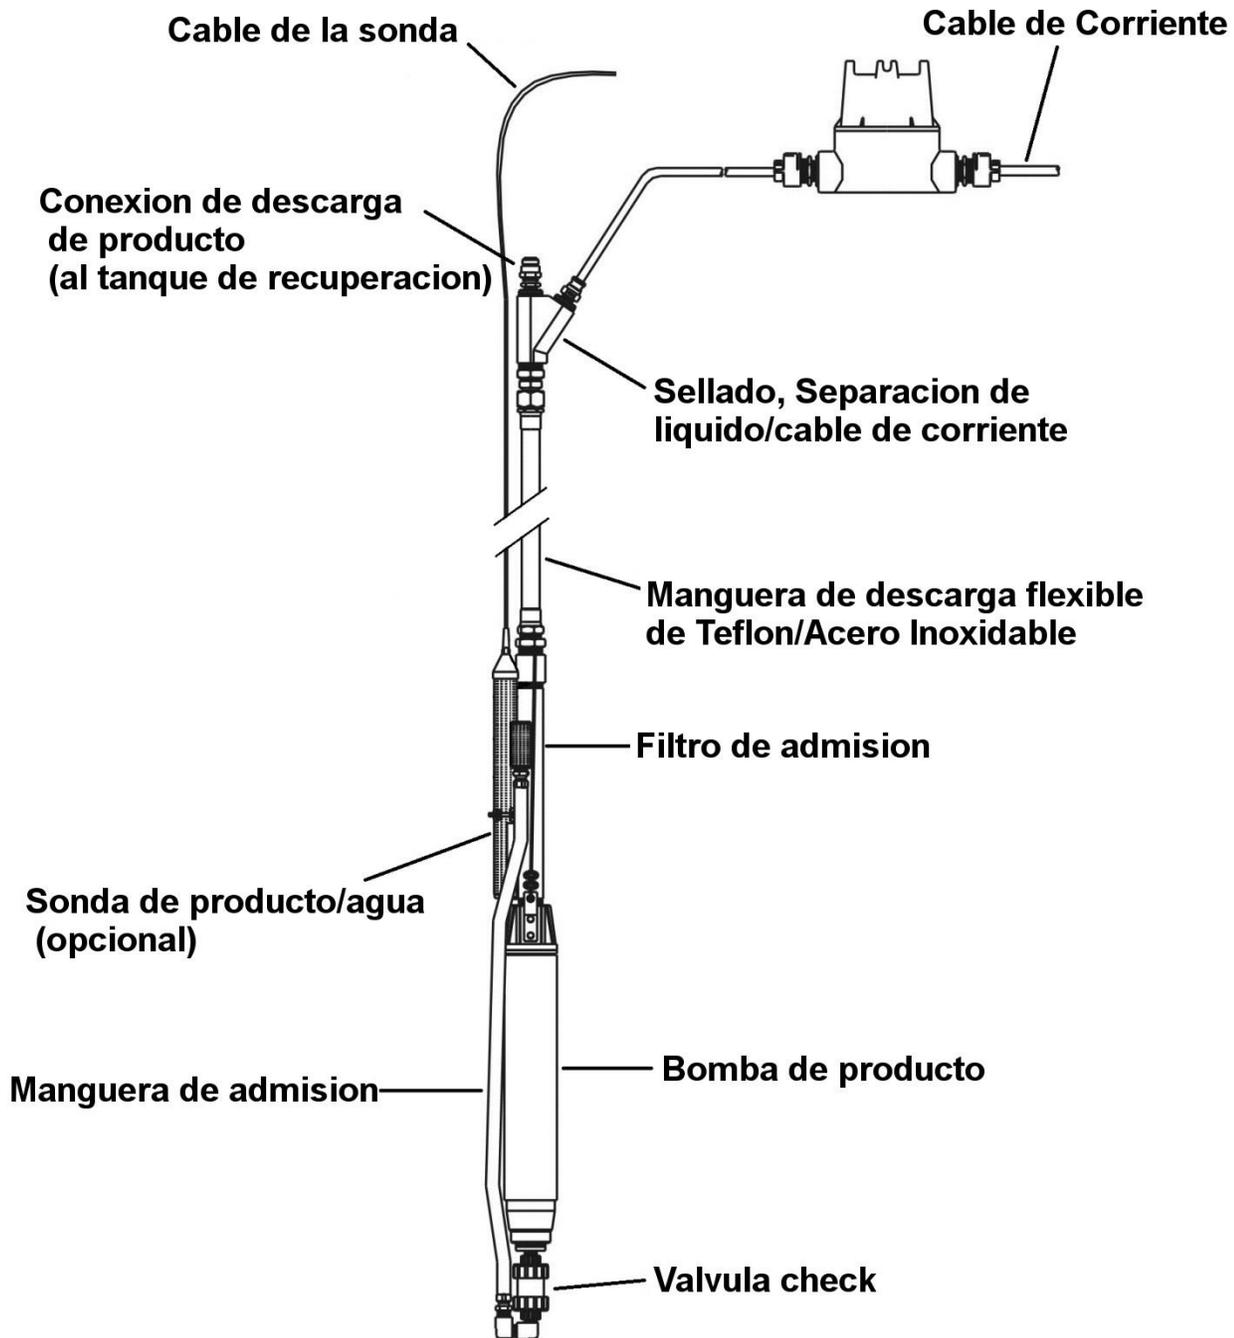

Figura 1-1 – Montaje estándar de la HVPSCAV
El sistema estándar HVPSCAV (Figura 1-1) consiste de un montaje de bomba de pozo que incluye una bomba de producto, cable de corriente con caja de arranque a prueba de explosión (XP) y 15' (4.6 m) de manguera de descarga flexible de FEP/Acero Inoxidable. El acero inoxidable y otros componentes resistentes a la corrosión permiten el uso eficiente en una variedad de condiciones de subsuelo.
Como preparación para la instalación, remueva la HVPSCAV de su caja de envío. Si usted ordeno la sonda opcional de producto/agua, ya estará conectada a la bomba como se muestra en la Figura 1-1. Confirme que la sonda está montada de manera segura y colocada de tal manera que la parte superior del collar de detención este justo debajo del Flotador de Producto que está justo al comienzo de la malla de admisión. (Vea la Figura 1-6).